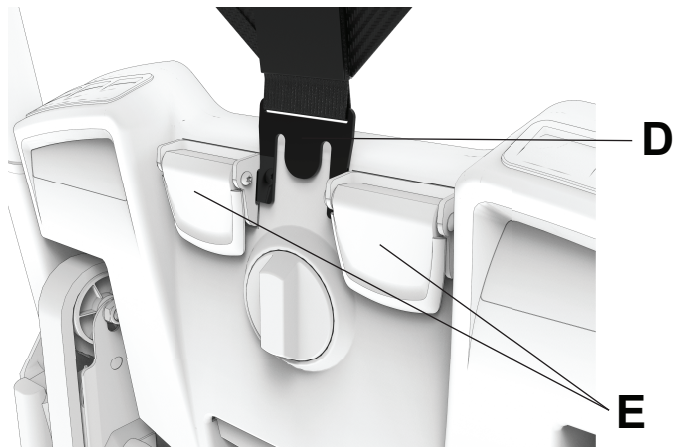

Рисунок 32 – Вставьте крючок
4. Втолкните пластиковый зажим (D) внизу подголовника между двумя черными кулачковыми зажимами СФП (E) на спинке кресла (Рисунок 32).